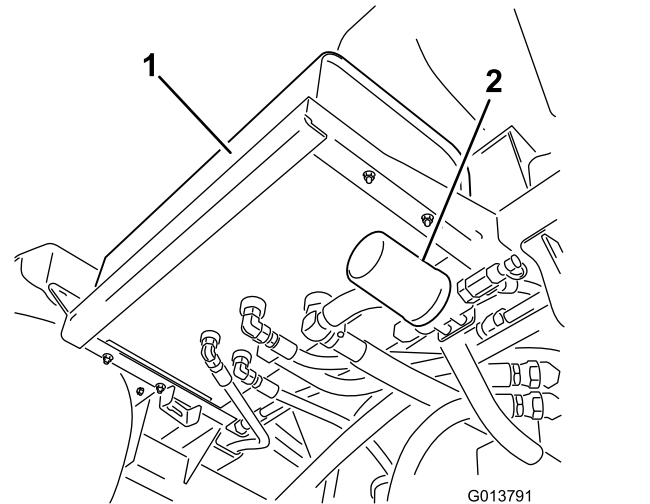
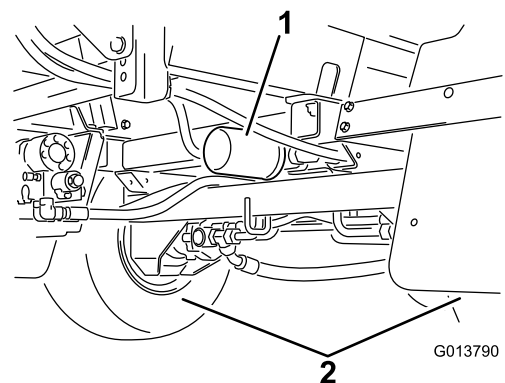

Figure 92
Figure 93
2. Localisez les 2 filtres hydrauliques sur la machine (Figure 92 et Figure 93).